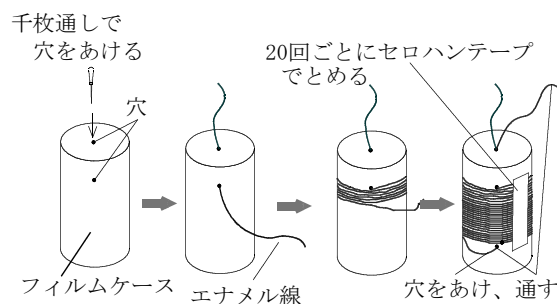

図1 コイルづくり
- 1 フィルムケースにエナメル線を80回程度巻き、コイルをつくる。エナメル線の両端を紙やすりで削っておく（図1）。